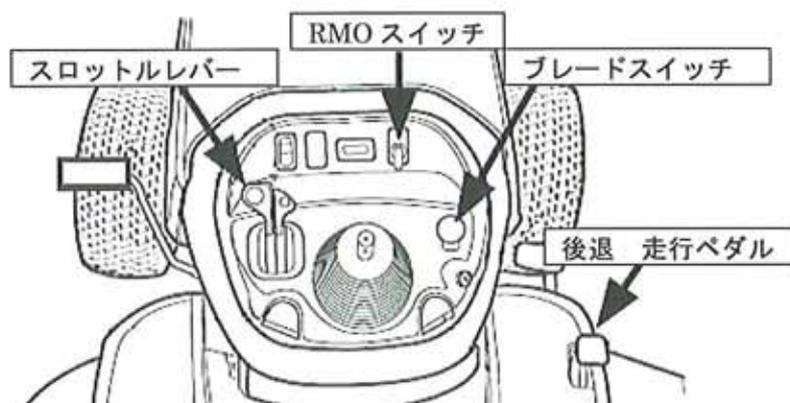

図15
- ブレードを回転させるときは、エンジンを中速にして、ブレードスイッチを引き上げ、「ON」の位置にします。(図15)